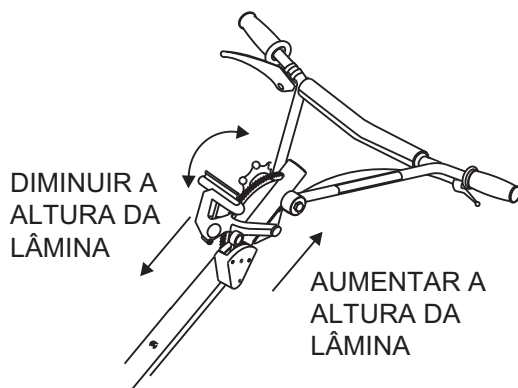

Figura 29. Manípulo em T Quick-Pitch™
- Para ajustar as lâminas no sentido ascendente através do **manípulo em T “Quick-Pitch™”**, (Figura 29) basta apertar o bloqueio do accionador e puxar o **manípulo em T** em direcção ao operador. Pressionar o **manípulo em T** em direcção ao motor irá fazer com que as lâminas fiquem numa posição plana.